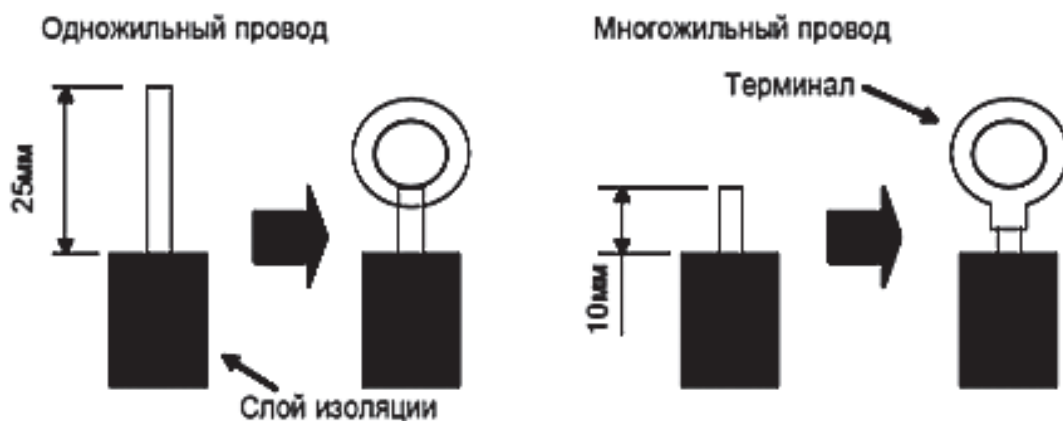

Рис. 36
(1) Для одножильного кабеля (рис. 36)
(2) Для многожильного кабеля (рис. 36)